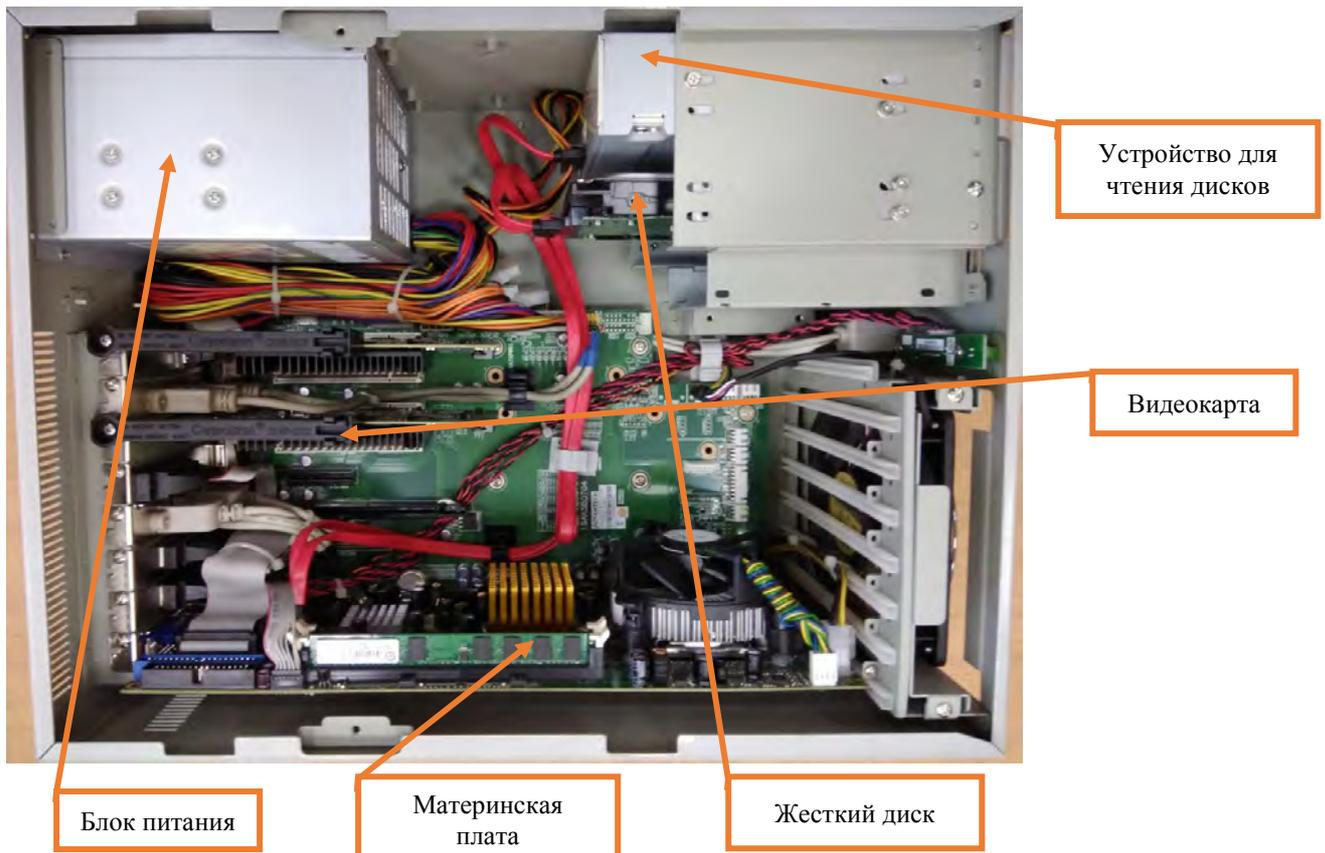

Рисунок 3. Основные элементы системного блока.
7.1.6. После окончания проведения работы по внутренней чистки системного блока произвести визуальный осмотр всех его компонентов: материнской платы, процессора, жёсткого диска, слотов памяти, устройств считывания информации (флоппи дисков, приводов, USB-разъемов), сетевого оборудования, модемов, видеокарты, цепей блока и контроллера питания (Рисунок 3).